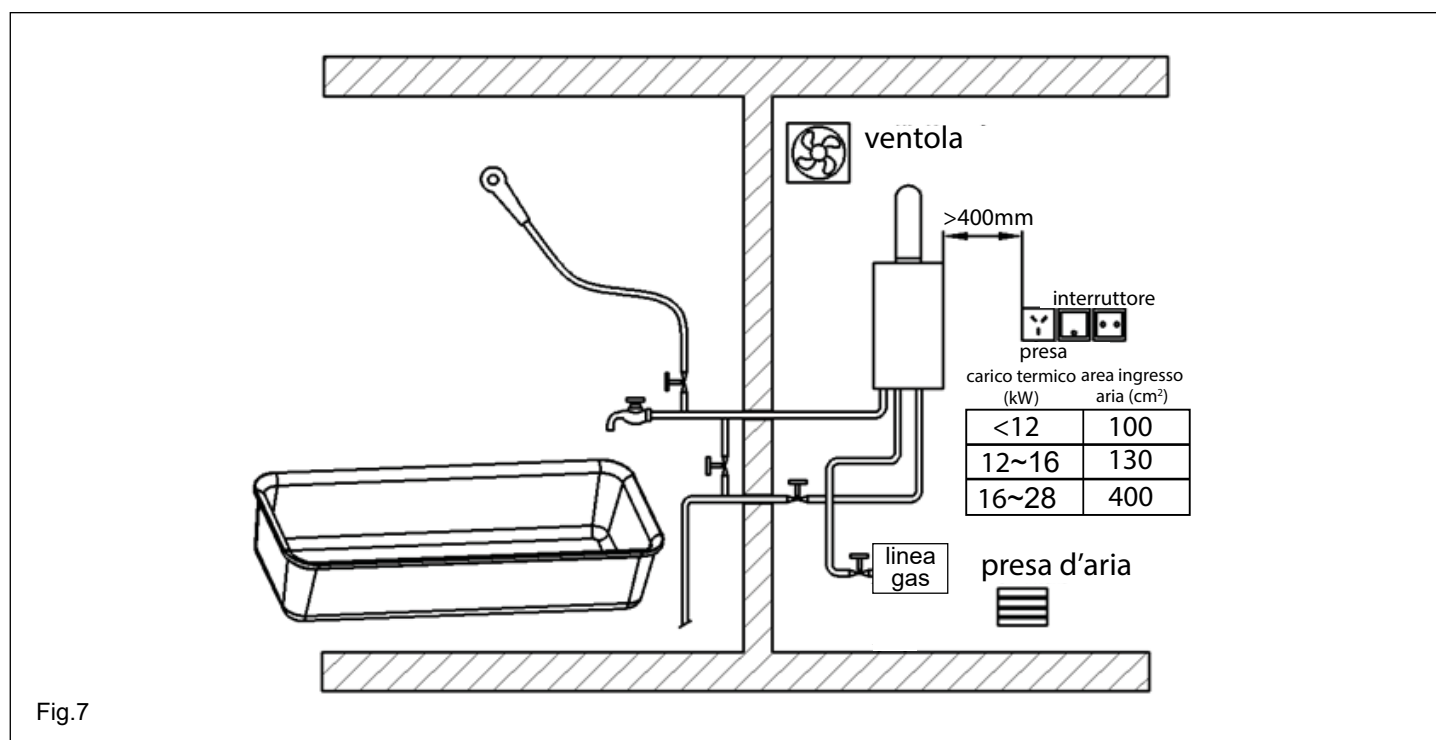

Fig.7
- Nella parete deve essere praticato un foro di ventilazione e un foro di presa d'aria di collegamento con l'esterno e le dimensioni dei fori non devono essere inferiori a quelle indicate nella tabella di Fig.7. La ventola di aerazione, se presente, deve essere installata sopra l'apparecchio e il livello del foro di aspirazione dell'aria deve essere più basso dell'apparecchio. L'apparecchio deve essere posizionato a una distanza di almeno 400 mm dagli interruttori elettrici (Fig.7) e non devono essere posizionati sopra l'apparecchio né cavi né apparecchiature elettriche.